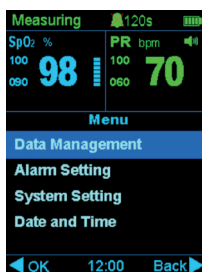

Fig. 3.1
- 1) Accendere il pulsossimetro e quindi premere il tasto Menu per accedere al menu principale, facendo riferimento alla Fig.3.1.
Legenda fig. 3.1